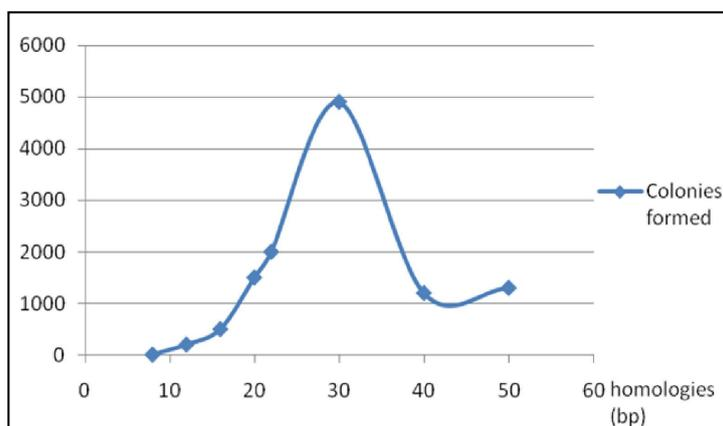

图 2. 同源序列长度对克隆效率的影响。具有不同长度同源序列的插入片段与 pUC19 载体完成标准 Fast-Fusion™ 反应后，转化 5 ng 载体量的产物至感受态细胞所获得的克隆数如图所示（所用感受态细胞转化效率为  $2 \times 10^9$  cfu/ $\mu\text{g}$ ）。
(1) 每条引物必须包括两个区域，引物 5'端为同源序列区，其序列与将要连接的 DNA 片段末端（例如载体或者另一个片段）碱基序列一致；3'端为特异序列区，用于扩增序列下游的目的（插入）片段。
(2) 实验证明，当片段间同源序列区域小于 15 bp 时，转化效率会因 DNA 结构的不同而存在很大差异（见图 2.），为了获得更好的转化效果，建议 5'端同源序列区域长度大于 15 bp。
(3) 引物序列应避免在内部或在引物间产生互补，以防止形成发夹结构或者引物二聚体。
(4) 应仅以特异序列区域包含的碱基计算引物在 PCR 反应时的退火温度，通过调整 3'端基因特异引物序列的长度使  $T_m$  值控制在 55 $^{\circ}\text{C}$ -65 $^{\circ}\text{C}$  之间。